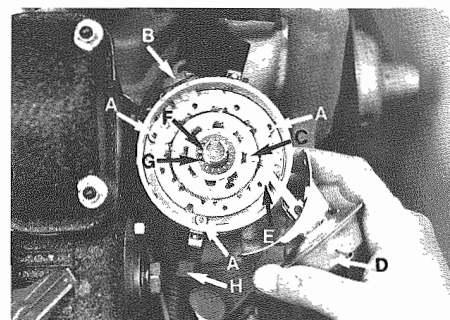

Fig. 7 - A - Viti di fissaggio statore - Stator fixing screws
- Allentare le viti di fissaggio ed estrarre il correttore a depressione (**Fig. 7**).
Avvertenza per il montaggio correttore: Ruotare lo statore in senso orario (**Fig. 7**).
- Allentare con una chiave esagonale da 3 mm le tre viti di fissaggio statore (**Fig. 7**); allentare le clips di ritegno ed estrarre lo statore.
- Slacken fixing screws and remove depression calibrator (**Fig. 7**).
Caution for the calibrator assembly: Rotate stator in clockwise direction (**Fig. 7**).
- Using a 3 mm hexagonal wrench loose the three stator fixing screws (**Fig. 7**); loose the retaining clips and remove stator.